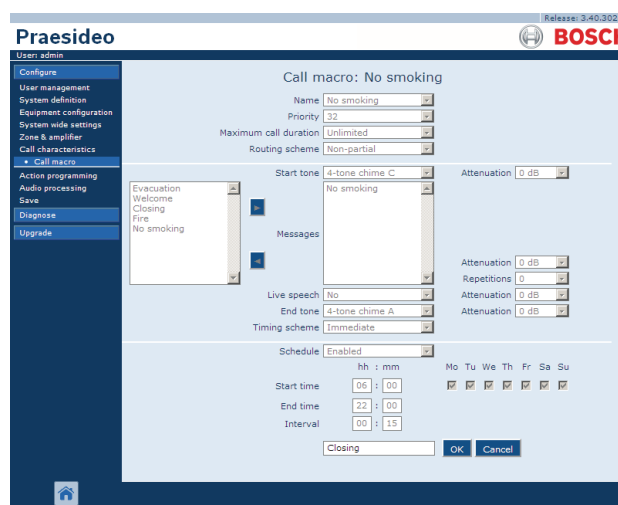

Abb. 46.4: Neues Ansagemakro erstellen, Schritt 3
- 3 Geben Sie den Namen für das neue Ansagemakro im Feld *Name* ein (Beispiel siehe Abb. 46.4). Dieser Name kann bis zu 16 Zeichen lang sein.